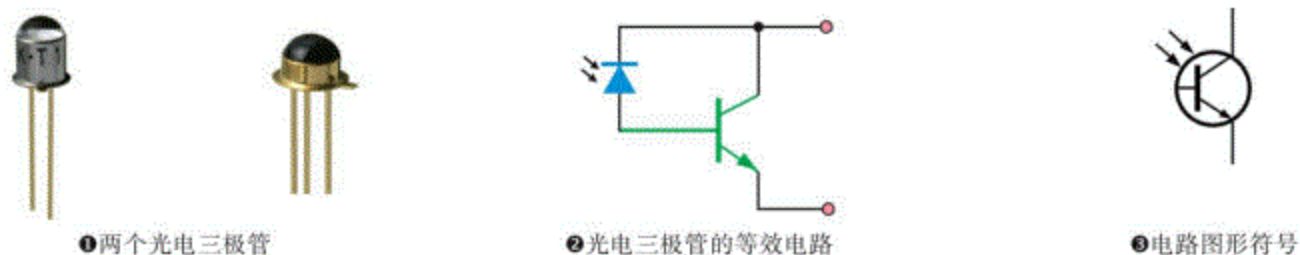

图9.65 光电三极管
光电三极管的功能可等效为一只光电二极管与一只三极管相连, 并仅引出集电极与发射极, 如图9.65的②所示, 其电路图形符号如图9.65的③所示。